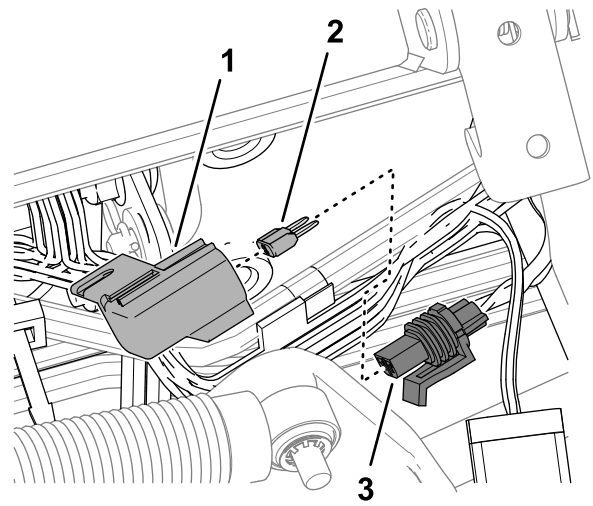

Figure 135
3. Détachez le capuchon du porte-fusibles en ligne étiqueté 10 A FUSE TELEMATIC PWR (Figure 135).